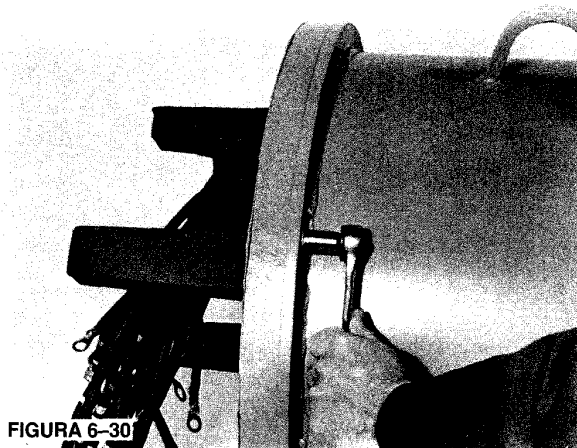

FIGURA 6-30
1. Quite los tornillos de montaje del soporte delantero. (Figura 6-30.)